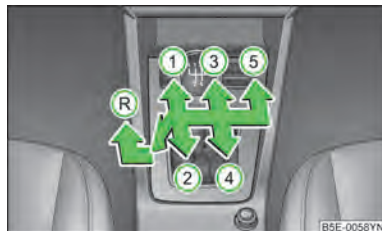

图 129
- ▶ 向下按压换挡杆手柄，然后拨到左侧，最后把换挡杆向前挂入倒档位置。（参见档位示意图）▶ 图 129。